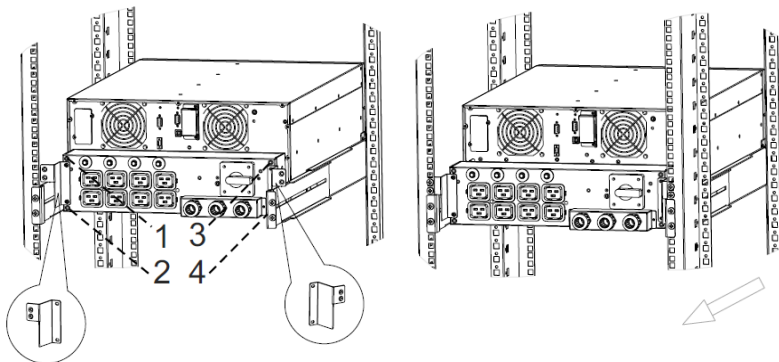

Figura 38: Smontaggio del sistema XANTO S 10000, 2/3
2. Fissare la PDU sul rack con le staffe angolari e separarla dal sistema UPS. A tal fine allentare 4 viti (vedi Figura 38).